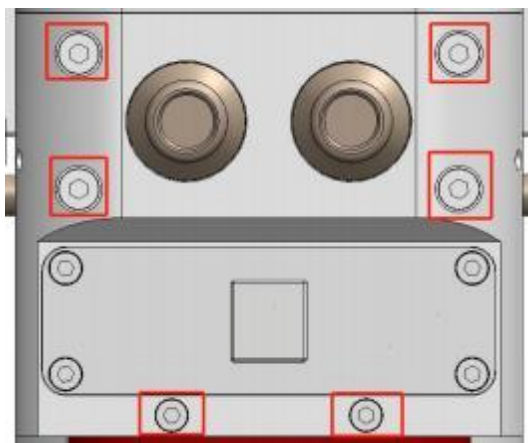

图4.7
- ① 如下图4.7所示，使用内六角扳手松掉 4 颗 M4×16 的内六角防脱螺钉与2颗M3×12的内六角防脱螺钉，取出聚焦镜座。